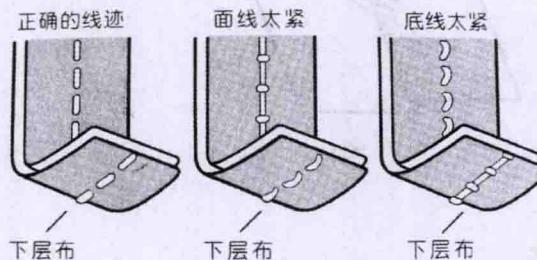

图11 线迹比较
- (1) 底线。从梭芯引出的缝线称为底线。缝纫后底线显露在缝料的下表面。
- (2) 面线。从机头线杆上的线球中引出的线并经过机针针孔的缝线称为面线。缝纫后面线显露在缝料的上表面。
- (3) 锁式线迹。由两根缝线采用交织的方式在缝料上形成的一个单元。
- (4) 针距。按送料方向机针两次穿过缝料的间距。即每个线迹的长度。
- (5) 线缝。连续的线迹称为线缝。
- (6) 浮线。因面线和底线的张力不均匀，使面线或底线的线迹有明显的线缝窿起浮在缝料的表面。这种现象称为浮线，如图 11 所示。